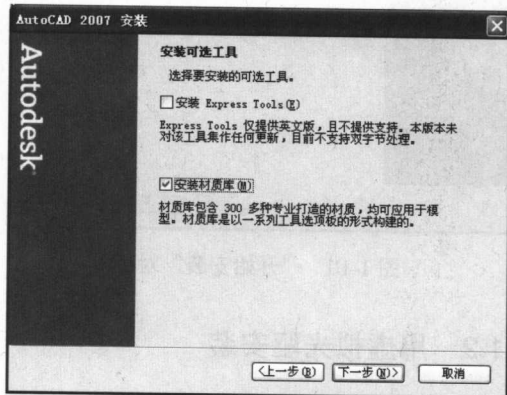
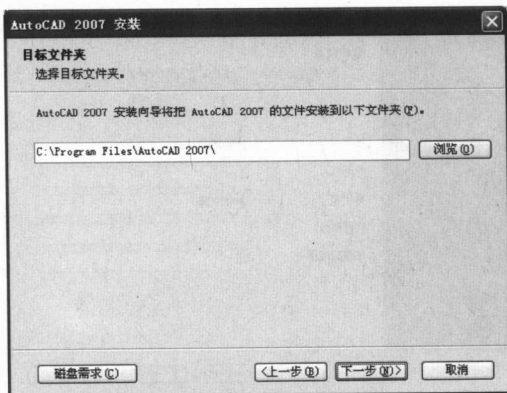

图 1-7 “安装可选工具”对话框
图 1-8 “目标文件夹”对话框
(7) 选择 AutoCAD 2007 装入的子目录,如图 1-7 所示,安装向导已经提供了默认的安装目录。也可以单击【浏览】按钮,显示“目标文件夹”对话框,如图 1-8 所示。如果直接单击【下一步】按钮,将接受系统默认设置。